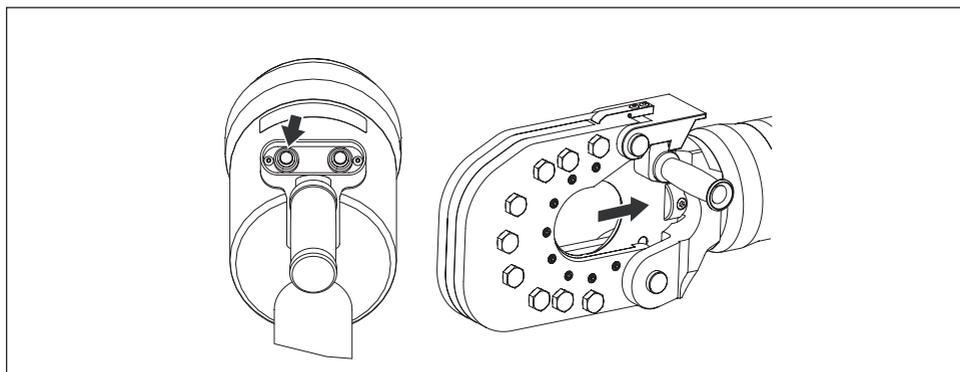

Figura 11, Funzionamento - Retrazione
- Tenere premuto il pulsante di **retrazione** per fare arretrare lo stelo e fare scorrere la lama mobile all'indietro. Vedere la figura 11.